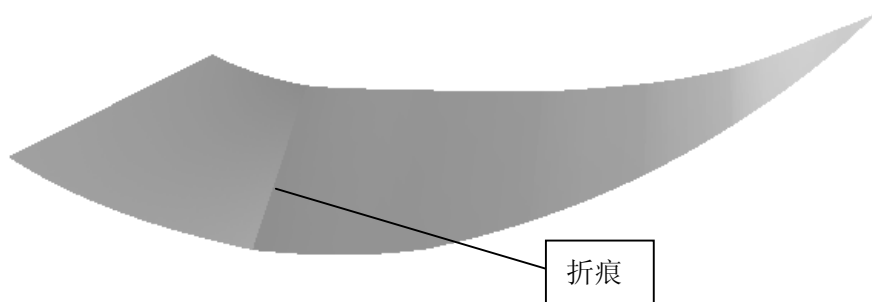

图 8-11
(4) 对于“大斜面”，细心的学员可以发现这个面有个折痕，而且这个折痕是有固定位置的，如图 8-11 所示，这样我们就在折痕处把“大斜面”分成左右两个面，分别进行构造。